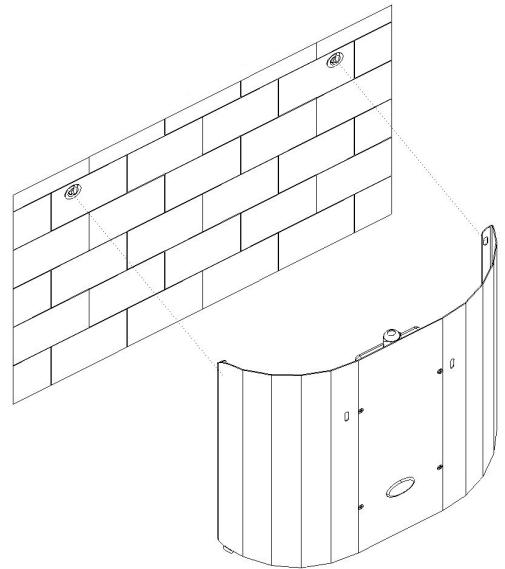
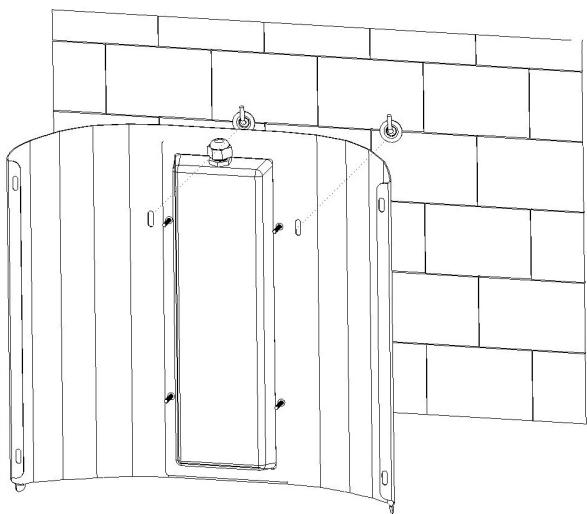

Fig.1
Fig.2
L'art.700 può essere installato a muro in due posizioni, cioè con le lampade e i pannelli collanti girati verso il muro o verso l'esterno (Fig.1 e 2). Nel primo caso non si vedranno gli insetti appiccicati al pannello collante, ma le lampade avranno un raggio d'azione minore; nel secondo caso si avrà il massimo raggio d'azione delle lampade, ma si vedranno gli insetti appiccicati al pannello collante. Si consiglia l'installazione a muro con le lampade verso l'interno in locali aperti al pubblico o comunque nel caso in cui prevalgano considerazioni estetiche. In altri casi, conviene installare il prodotto a soffitto o a muro con le lampade girate verso l'esterno per avere il massimo raggio di copertura.
- Art.700: decidete se montare l'apparecchio come in Fig.1 o come in Fig.2 in base alle considerazioni sopra esposte.
Appendete l'apparecchio introducendo i ganci dei tasselli nelle apposite asole, come mostrato in Fig.1 e 2.